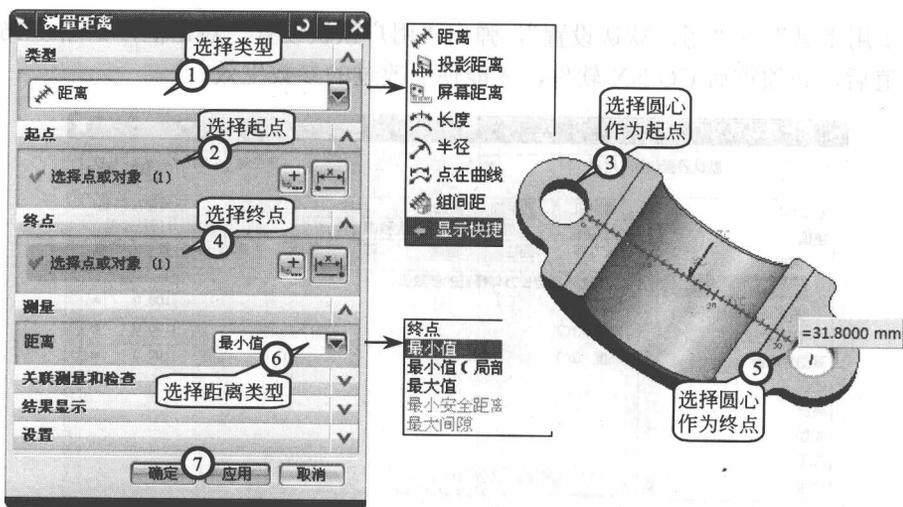

图 1-13 “测量距离”对话框和操作步骤
(1) 测量距离 用于计算两个对象之间的距离、曲线长度、圆弧半径等。在菜单栏中依次选择“分析”→“测量距离”命令后，弹出“测量距离”对话框，按图 1-13 所示步骤操作可进行距离的测量。